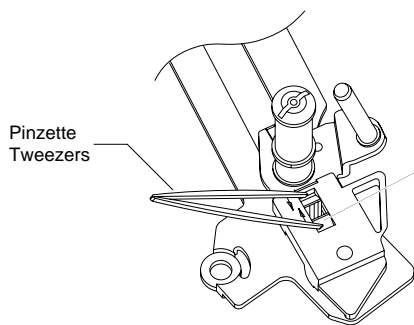
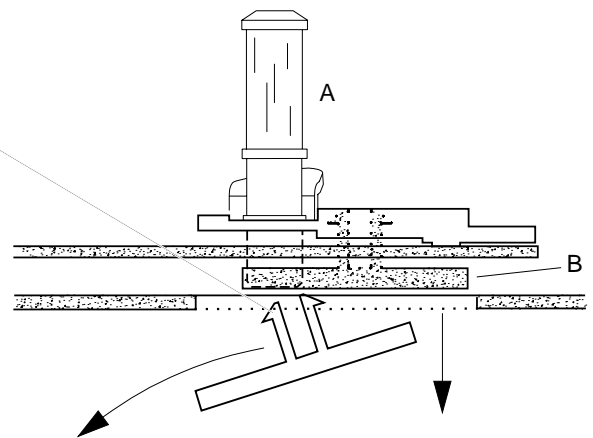

Fig. 19
Fig. 20
- Mit einer Pinzette die beiden Schnapphaken zusammendrücken und die Umlenkrolle von der Platte (Fig. 19) abnehmen.
- Mit einer Pinzette die beiden Schnapphaken zusammendrücken (Fig. 19) und die Umlenkrolle "A" von der Platte "B" abnehmen (Fig. 20).
- Fädelarml links aus der Platte aushängen und diese durch die Aussparung im Chassis nach unten aus dem Laufwerk entfernen (Fig. 20).